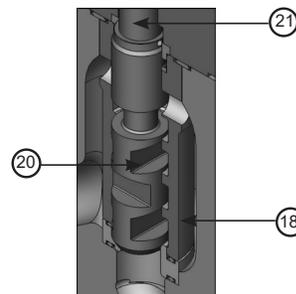

Figura 2: Superfici di guida di otturatore, camicia e stelo
Le superfici di guida mostrate in Figura 2, inclusa la camicia (18), l'otturatore della valvola (20) e lo stelo dell'otturatore (21) devono essere controllate. Se ci sono anche solo lievi indicazioni di usura, utilizzare un abrasivo leggero per levigare le specifiche aree della superficie di guida. Le parti con danni o usura maggiori vanno sostituite.